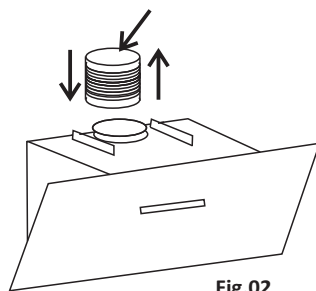

Fig.02
**3.5.1** Fixe o suporte do duto inferior e certifique-se de que o duto superior pode ser ajustado livremente até na altura desejada, assim como a fixação do tubo de exaustão. Em seguida, instale o tubo de exaustão e o duto inferior na coifa (não fornecido). **Fig. 02**.